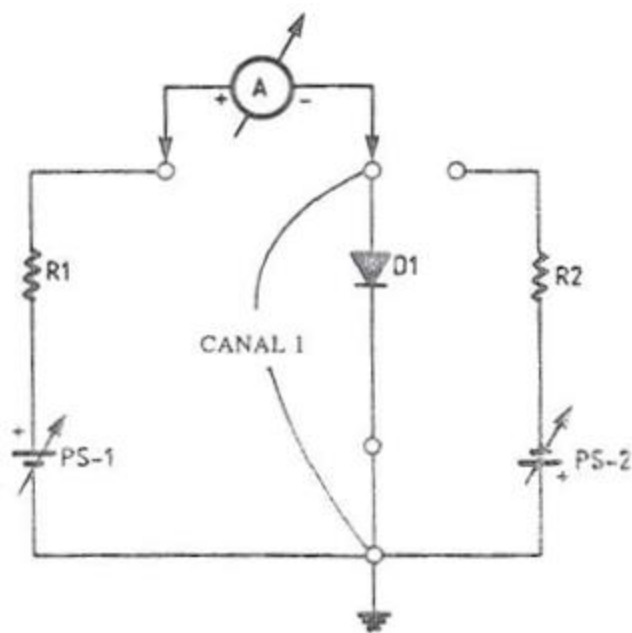

Fig. 1: Polarização Direta
2. Localize o circuito que contém o diodo D1. Este circuito situa-se no canto superior esquerdo do circuito impresso. Conecte o miliamperímetro conforme mostra a Fig. 1.
- 3. Conecte o canal 1 do osciloscópio ao circuito, conforme mostra a Fig. 1, de modo a medir a tensão direta no diodo. Use a escala de sensibilidade de 0,1 Volt/divisão para começar. Centralize o traço horizontal na calibração horizontal mais baixa.